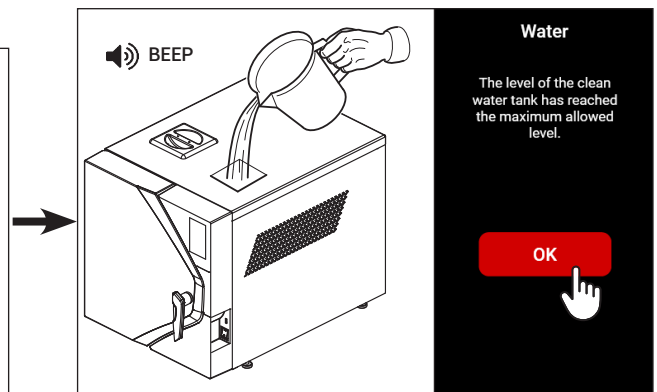

fig.14
- Entfernen Sie den Tankdeckel und füllen Sie den Tank mit demineralisiertem Wasser bis zum maximalen Füllstand auf. Wenn der Tank voll ist, signalisiert das Gerät dies mit einer Meldung auf dem Display und einem akustischen Signal (fig. 14).